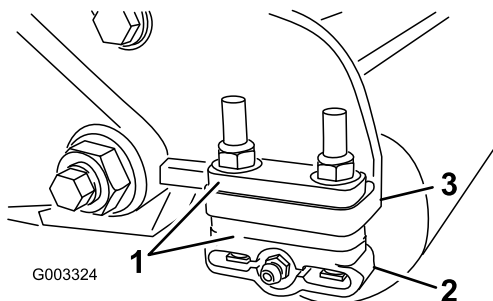

Figura 11
- Ajuste los soportes del rodillo trasero (Figura 11) al intervalo de alturas de corte deseado colocando la cantidad necesaria de espaciadores debajo de la brida de montaje de la chapa lateral (Figura 11), según lo indicado en la Tabla de alturas de corte.